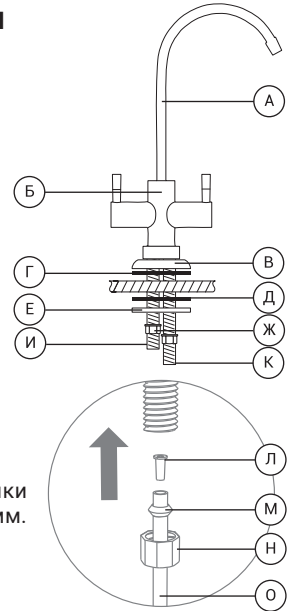

Рис. 9.
2. Произведите монтаж крана в следующей последовательности (рис. 9):